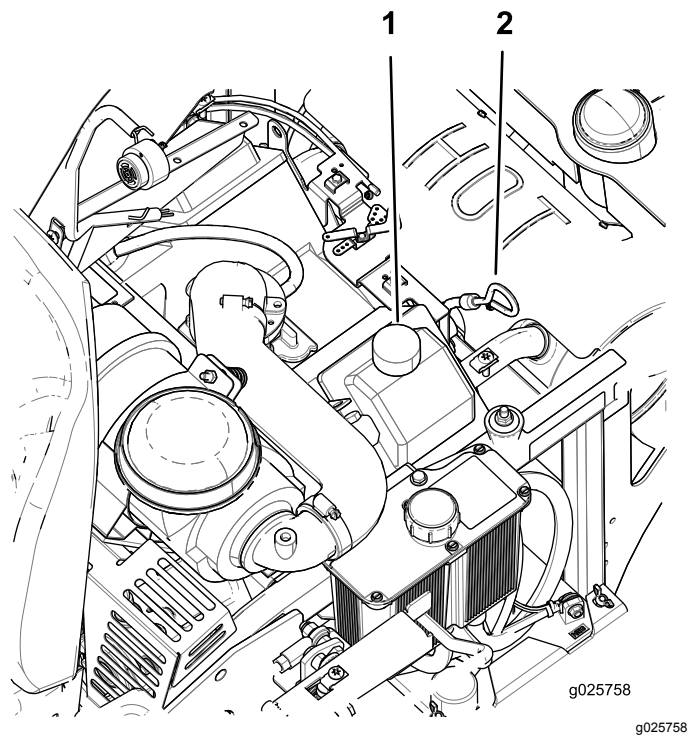

Figure 38
5. Nettoyez la surface autour de la jauge (Figure 38).
9. Si le niveau d'huile est trop bas, essuyez la surface autour du bouchon de remplissage, retirez le bouchon et faites l'appoint d'huile jusqu'à ce que le niveau atteigne le repère maximum sur la jauge (Figure 38).
4. Versez lentement environ 80 % de l'huile spécifiée dans le tube de remplissage, puis faites l'appoint lentement pour faire monter le niveau jusqu'au repère maximum (**full**) sur la jauge (Figure 38).
5. Démarrez le moteur et conduisez la machine jusqu'à une surface plane et horizontale. Vérifiez à nouveau le niveau d'huile (Figure 38).